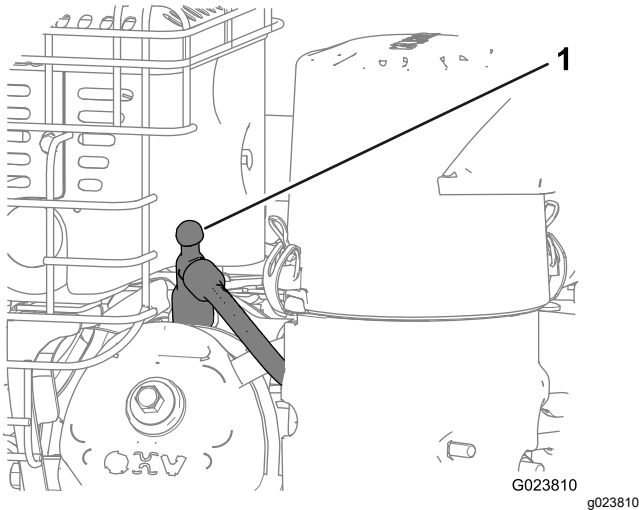

Bild 22
3. Ziehen Sie den Zündkerzenstecker ab und halten diesen von der Zündkerze fern, um ein versehentliches Anlassen zu vermeiden (Bild 22).
- 1. Ziehen Sie den Zündkerzenstecker vom Sockel der Zündkerze ab (Bild 22).